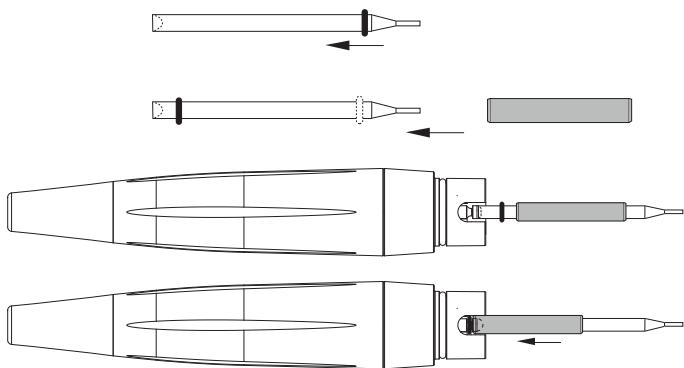

Bild 6 Underhåll av handenheten
- Byt ut packnings-O-ringens om den är skadad eller sliten, dock minst en gång per år. O-ringens sitter invändigt i den bakre delen. Använd det svarta verktygssetet vid utbytet (se **bild 6**).